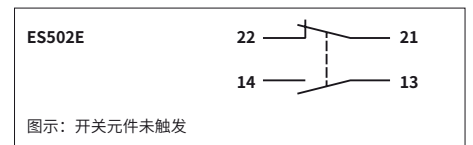

图1： 开关元件和端子分配
有关开关的详细开关状态，请参见图1。其中对所有可用的开关元件进行了介绍。
3. 连接各端子并拧紧（有关端子分配，请参见图1；有关拧紧力矩值，请参见技术数据）。